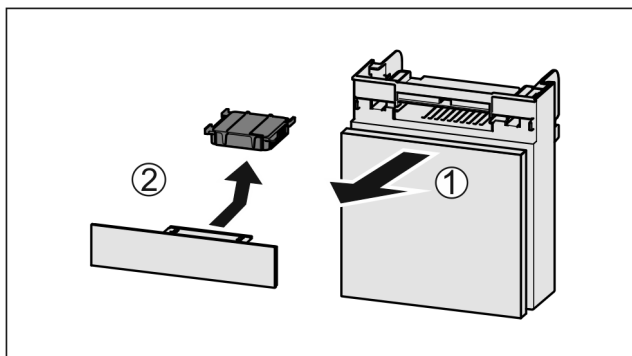

Fig. 69
- ▶ Extrageți Fig. 69 (1) compartimentul către înainte.
- ▶ Scoateți Fig. 69 (2) filtrul de cărbune activ.